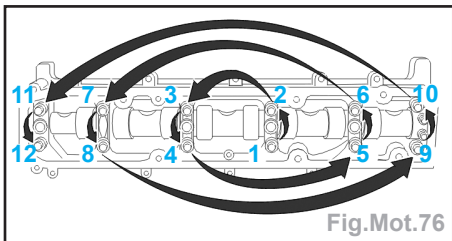

Fig.Mot.76
- Approcher puis serrer progressivement les vis de fixation dans l'ordre indiqué : (Fig.Mot.76).